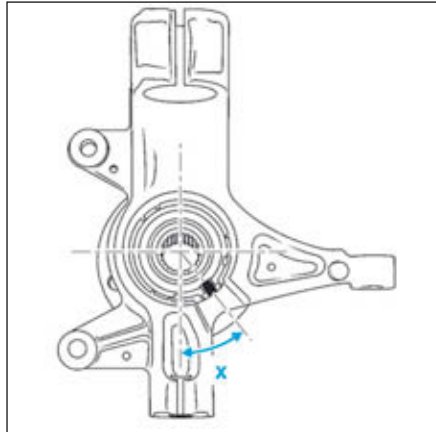

FIG.15
- reposer le support du capteur de vitesse de roue et le positionner à un angle (x) de $50 \pm 5^\circ$ par rapport à la verticale (Fig.15),